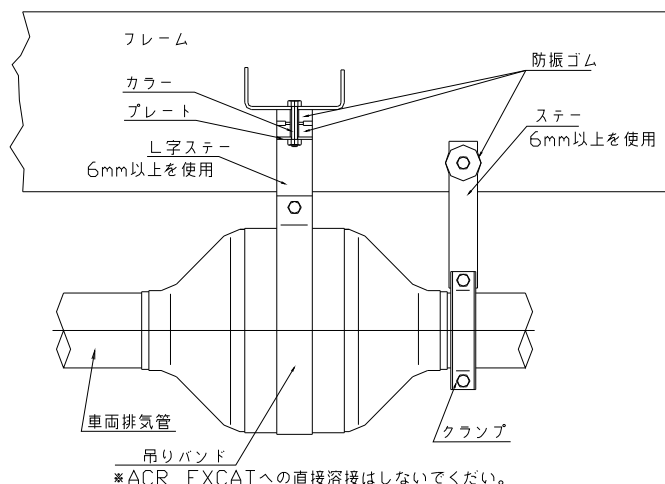

図 9
- ・ 純正排気管が車両横出しの場合、テールパイプの吊りを利用し、図9の様に搭載すること。